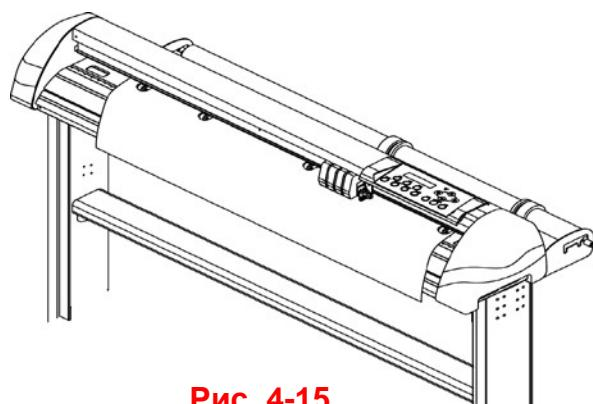

Рис. 4-15
3. После загрузки рулона расправить материал на опорной пластине и надежно зафиксировать переднюю кромку рулона (рис. 4-15).